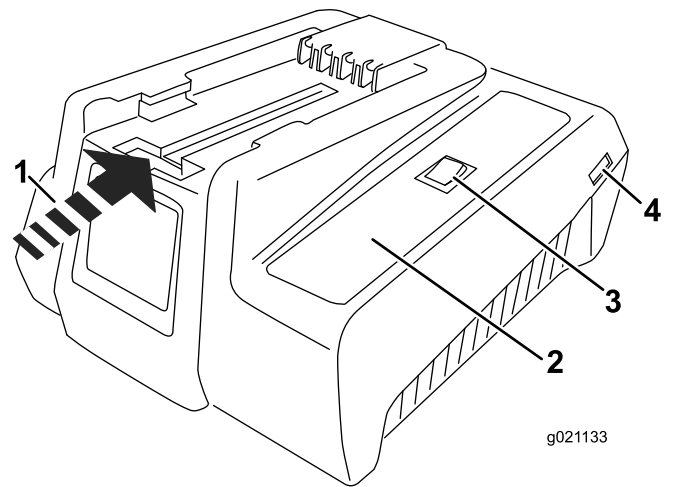
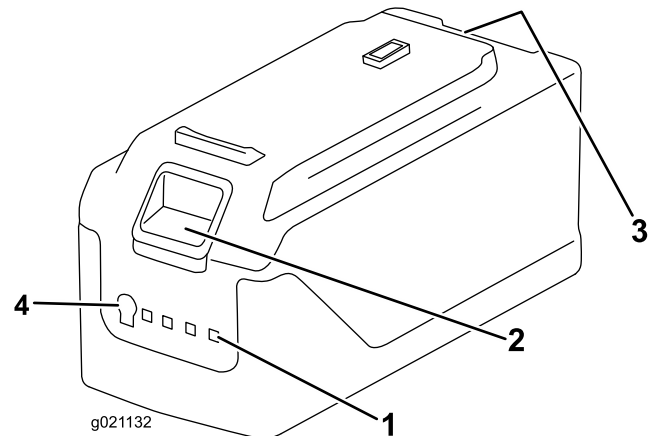

Bild 12
Bild 13
1. Wenn das Stromkabel nicht im Ladegerät eingesteckt ist, stecken Sie es in das Ladegerät ein (Bild 12) und stecken Sie das Kabel dann in die Steckdose.
2. Drehen Sie die Batterie um und fluchten Sie den Batteriepol mit dem Schlitz im Ladegerät aus (Bild 12 und Bild 13).